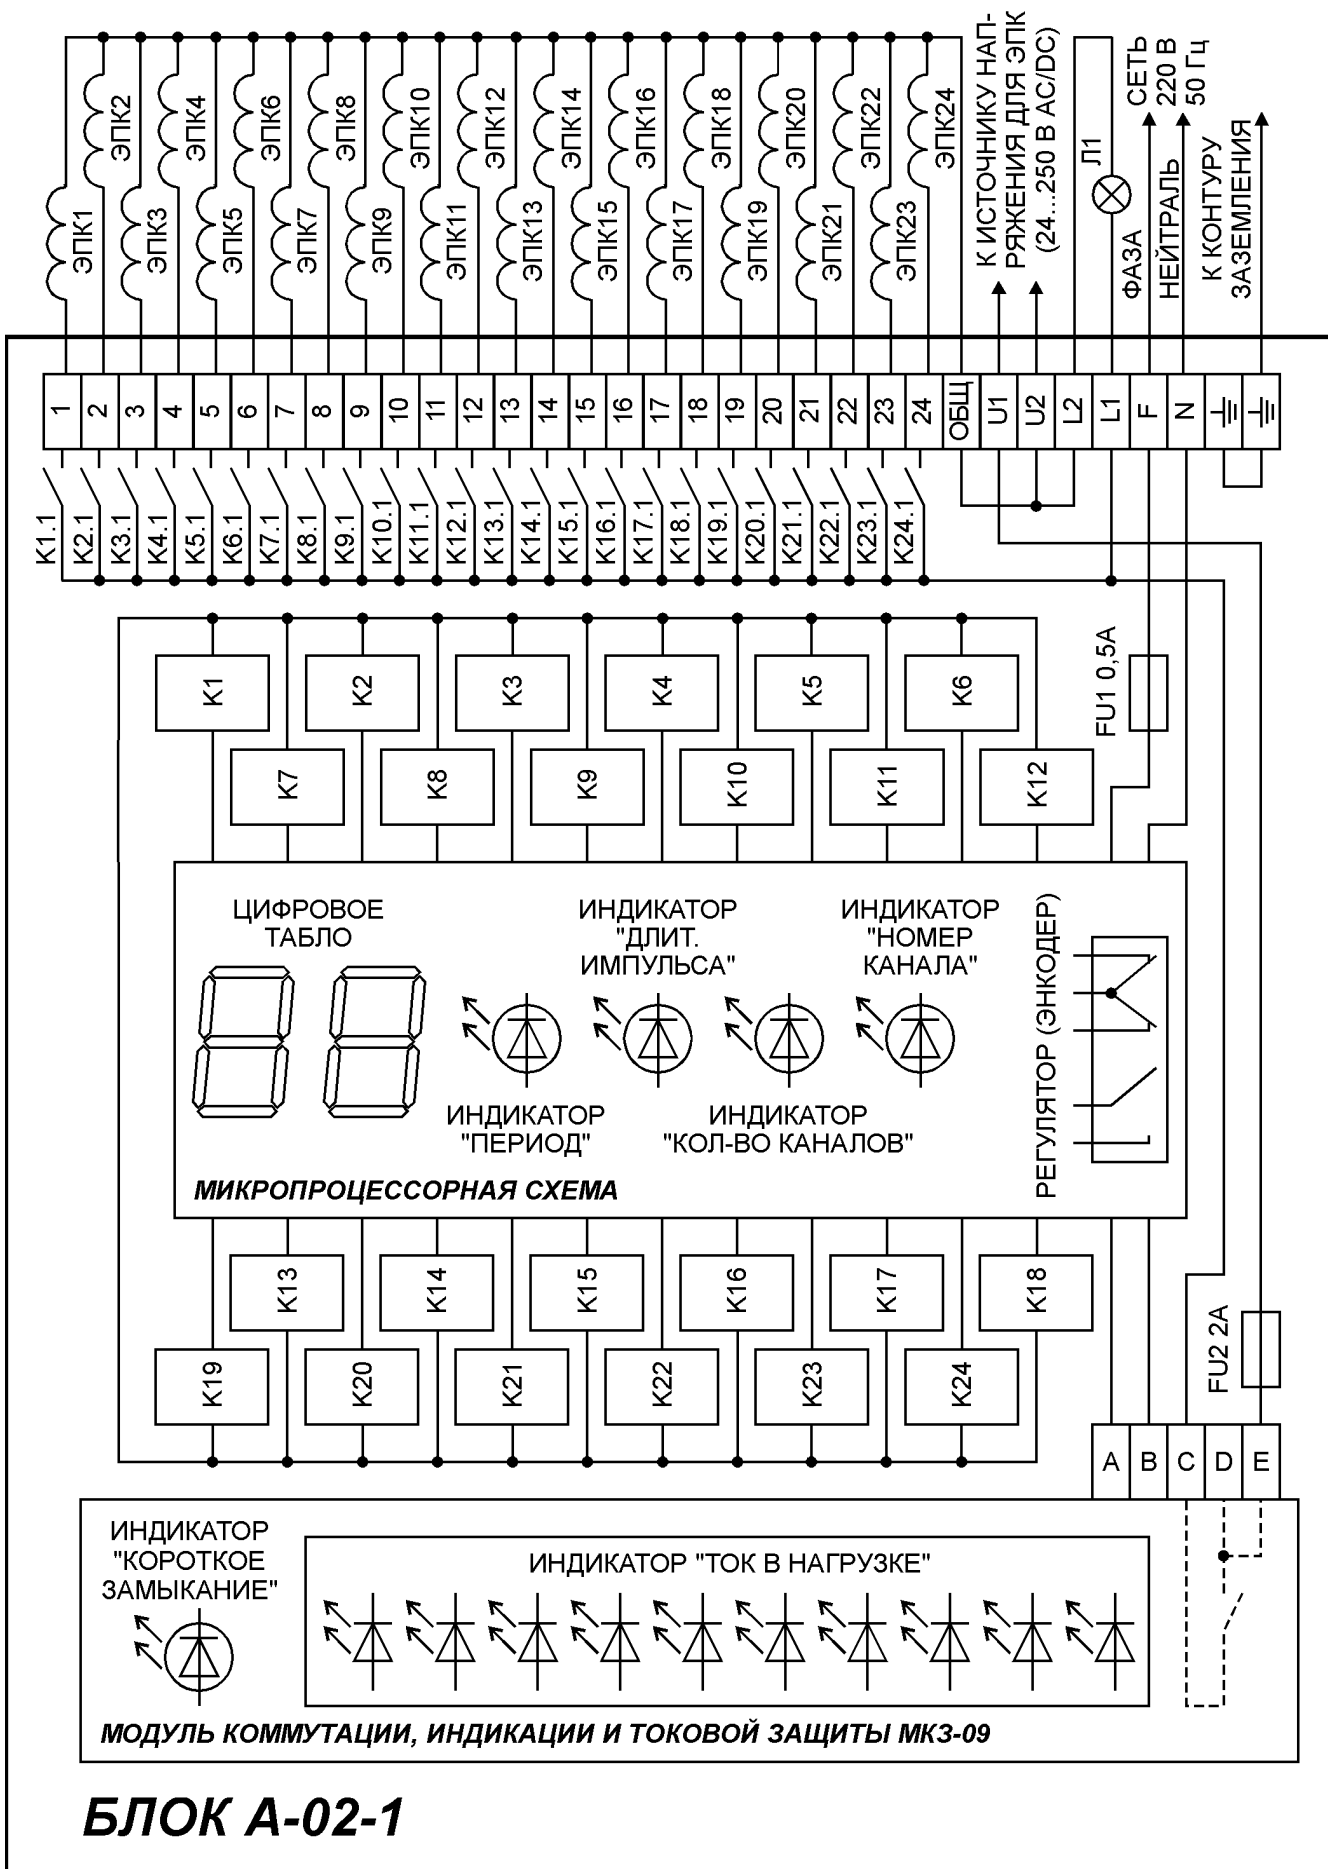

Рис. 2. Схема подключения и органы управления блока А-02-1.
Схема подключения, органы регулировки и индикации блока А-02-1 показаны на рис. 2.
7.4. Управляющие провода ЭПК подключаются к клеммам 1 - 24 (при количестве каналов – 24). Если число рукавов фильтра-циклона меньше 24, то для подключения ЭПК необходимо использовать соответствующее количество клемм блока, начиная с клеммы 1 (см. рис. 2).